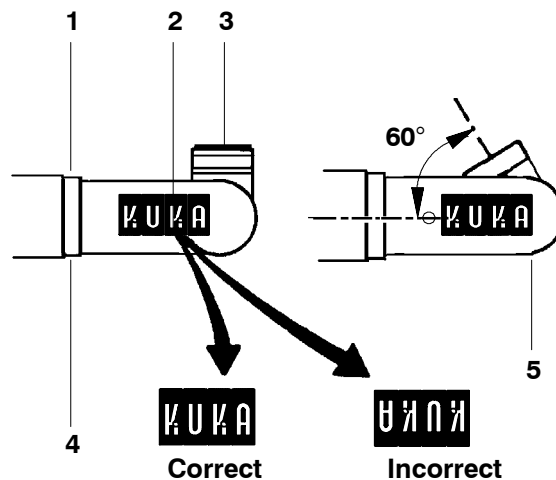

Fig. 95 Vidange d'huile
- (1) Mettre le robot en service et amener le bras en position horizontale. Amener le poignet en ligne (Fig. 95) en position mécanique zéro.
- (2) Déplacer l'axe 5 de telle manière que la bride de fixation (3) montre vers le haut et soit horizontale.
- (3) Dévisser la vis de fermeture (1) d'A 4.
- (4) Dévisser la vis de vidange (4) de A 4 et prévoir un récipient pour l'huile qui va s'écouler.
- (5) Déplacer l'axe 5 de telle manière que la vis de fermeture (5) montre vers le bas (voir Fig. 95, à droite)
- (6) Dévisser la vis de fermeture (5) du bloc réducteur A 5 et prévoir un récipient pour l'huile qui va s'écouler.
- (1) Contrôler le joint de la vis de fermeture (Fig. 95/4), insérer la vis de fermeture et la serrer. Déplacer le poignet de façon à ce que la vis de fermeture (5) soit orientée vers le haut.
- (2) Remplir avec la quantité d'huile prescrite.
- (3) Vérifier le joint des vis de fermeture (1, 5) et visser les vis de fermeture (couple de serrage $M_A = 20 \text{ Nm}$).
- (4) Amener l'axe 5 en position mécanique zéro.